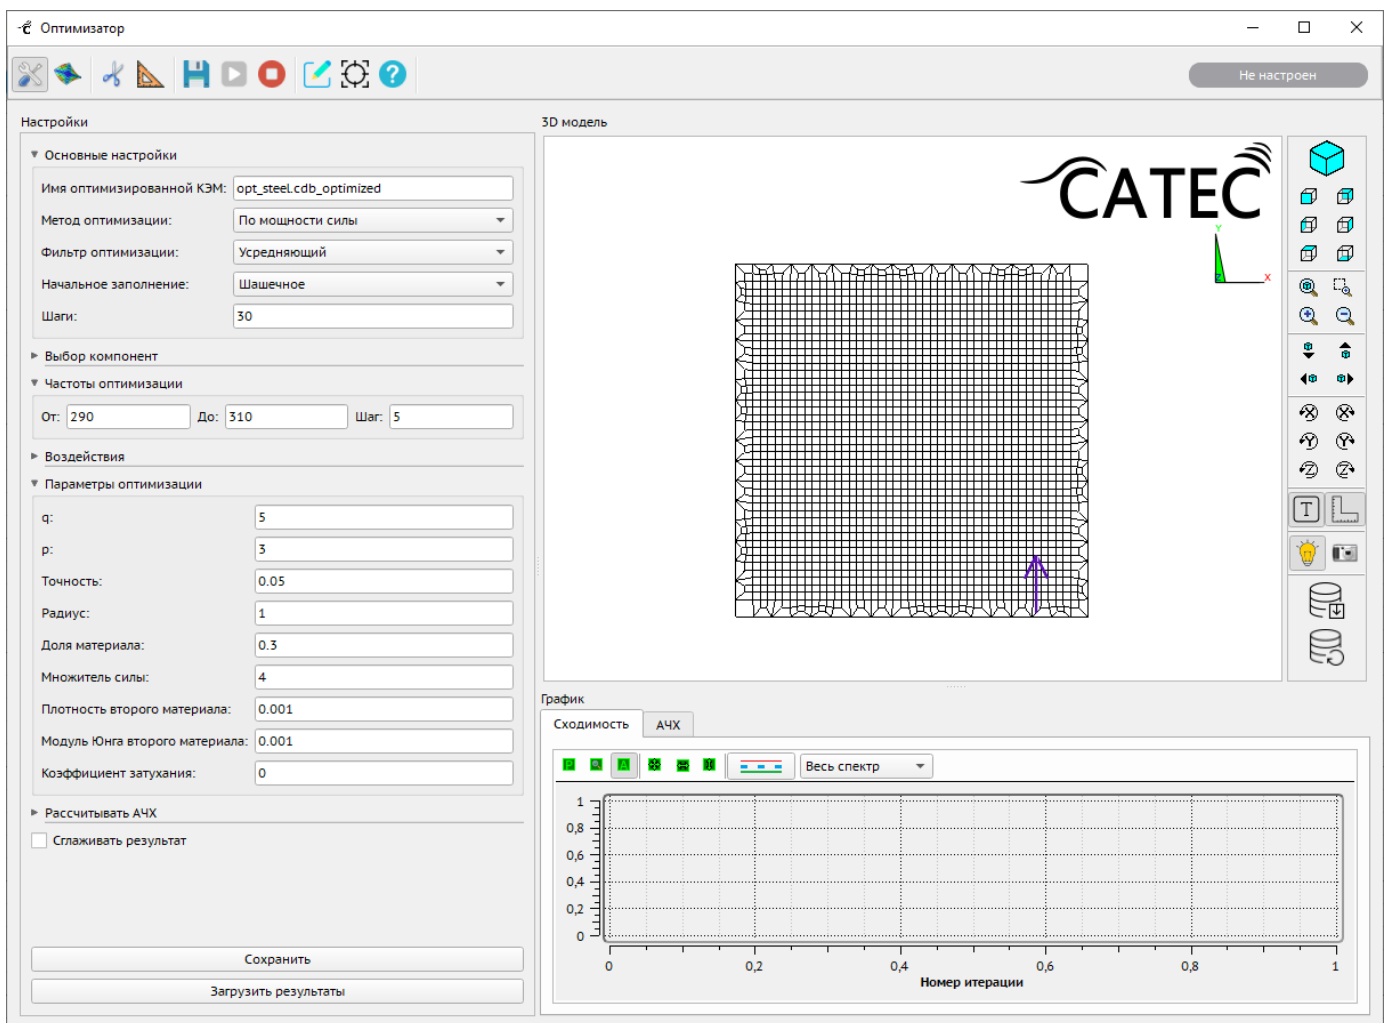

Рисунок 170 – Блок настроек «Параметры оптимизации» карточки «Оптимизатор»
– блок «Параметры оптимизации» – по умолчанию свернут. При нажатии на значок ► раскрываются поля настроек (Рисунок 170).
- блок «Рассчитывать АЧХ» – по умолчанию свернут. При нажатии на значок  раскрываются поля настроек (Рисунок 170). Необходимо отметить, нужно ли рассчитывать АЧХ; при выборе значения «Да» – заполнить поля «Частоты АЧХ» («От», «До» и «Шаг»).